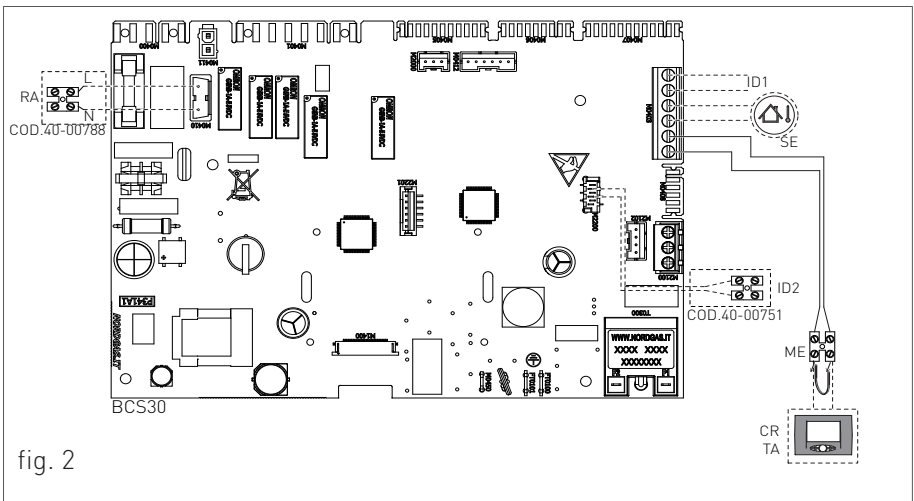

fig. 2
- > effettuare i seguenti collegamenti (vedi fig. 2).